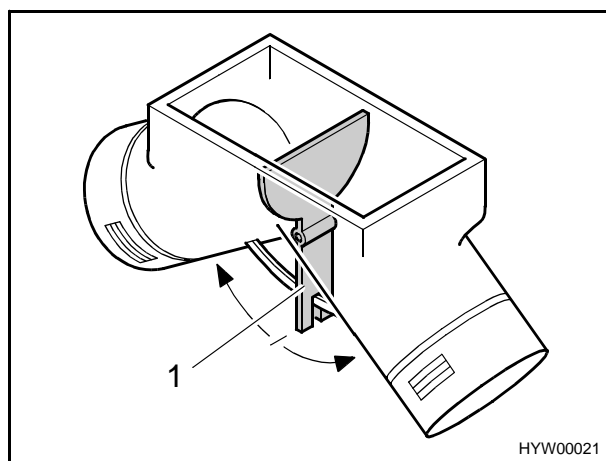

Fig. 85 Ventola di ricircolo dell'aria, sportello di impostazione su posizione intermedia
Sulla posizione intermedia l'aria calda si distribuisce al 50 % in entrambe le uscite di aria calda. La leva di comando (Fig. 85,1) per lo sportello di impostazione si trova sotto lo sportello del pavimento nell'armadio guardaroba.
- Tirare la leva di comando (Fig. 85,1) in direzione della freccia fino alla posizione desiderata.